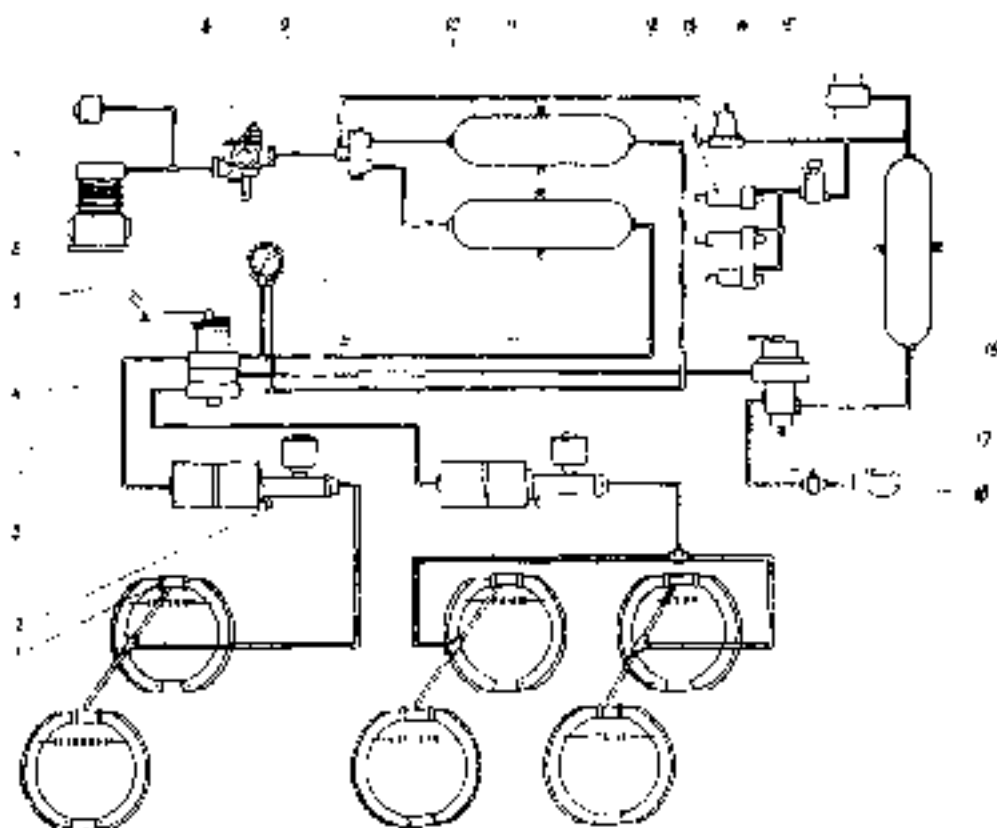

Bild 107. Schema des Druckluft- (Öldruck-)Antriebs der Bremsen
Im Bild 107 ist der Druckluft-Oldruckantrieb der Bremsen schematisch dargestellt.
2. Die Funktion des Einkreis-Schutzventils kontrollieren. Hierzu ein Kontrollmanometer an den Druckluftbehälter 16 (s. Bild 107) anschließen. Vorläufig alle drei Druckluftbehälter entleeren. Die Behälter mit Druckluft füllen und hierbei die Manometeranzeigen vergleichen.